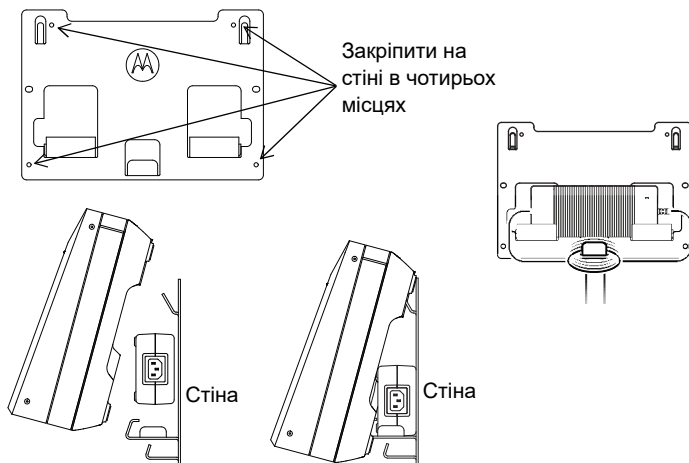

Рис. 10. Кріплення багатомісного зарядного пристрою на настінному кронштейні
4. Установіть багатомісний зарядний пристрій на настінному кронштейні, як показано на Рис. 10.